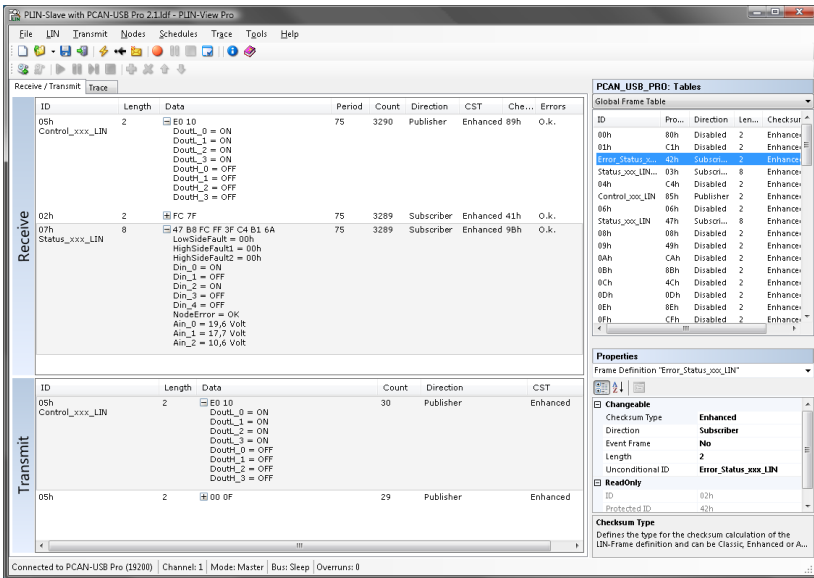

Abbildung 18: Registerkarte Receive/Transmit
- Bestätigen Sie abschließend die Angaben im Dialogfenster mit **OK**. Das Hauptfenster von PLIN-View Pro erscheint (siehe Abbildung 18).